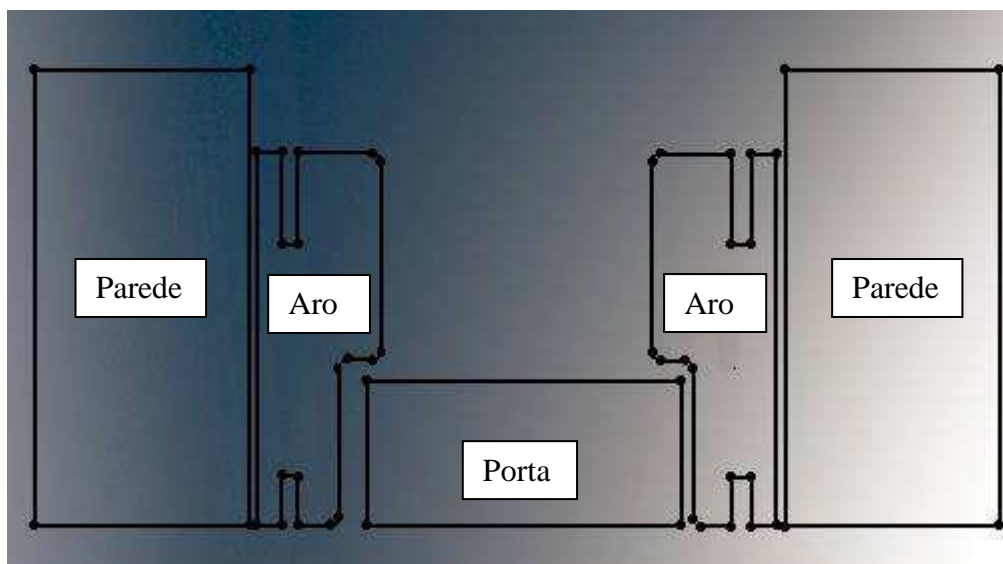

Figura 2
- Colocar o aro (b) na parede de forma a que o lado da porta fique faceado com a parede (Figura 2).